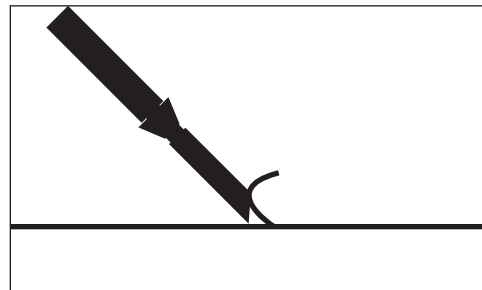
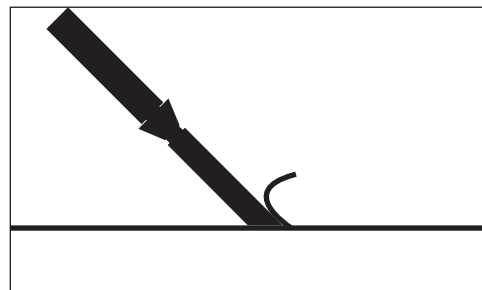

FIG. 4
FIG. 5
- Normalement, le biseau de la lame est tourné vers le haut pour le béton (Figure 4) et vers le bas pour le bois (Figure 5).